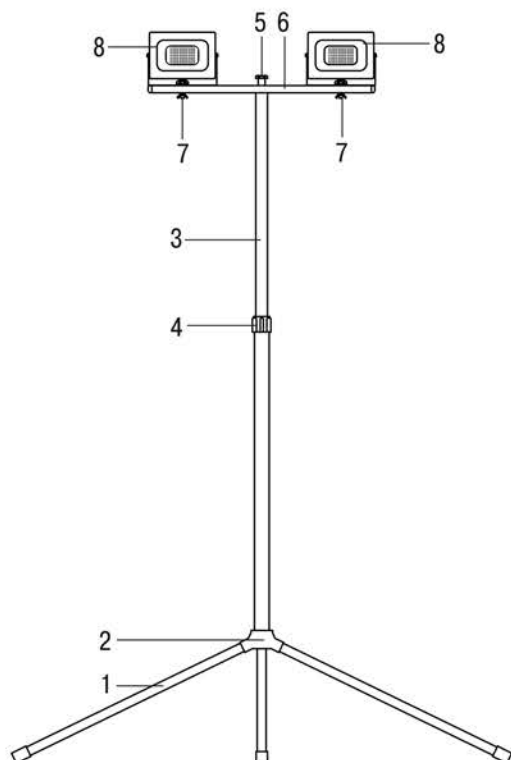

Рисунок 3
5.2 Подготовка штатива к работе (рисунок 3)